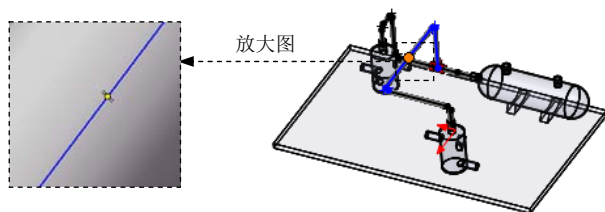

图 11.9.10 分割线路
Step1. 分割线路。选择 **管道设计** 功能选项卡中的 **分割线路(S)** 命令；在模型中单击图 11.9.10 所示的线段的中点作为要分割的点。